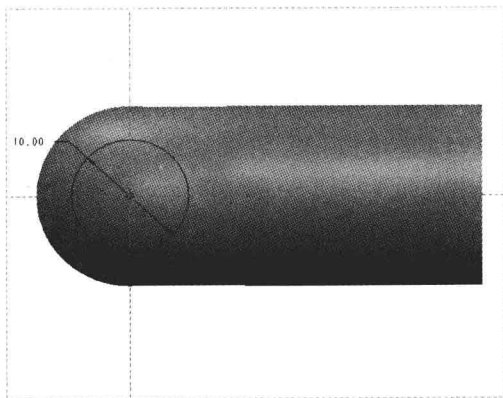

图 16-31 绘制截面 3
Step 05 采用与上同样的方法，使用“扫描”命令，弹出“扫描”选项卡，在绘图区选择扫描轨迹，单击“截面”按钮，进入草绘环境；单击“草绘”选项卡中的相应按钮，绘制截面，如图 16-31 所示，单击“关闭”面板中的“确定”按钮 ✓，完成截面绘制并退出草绘环境。